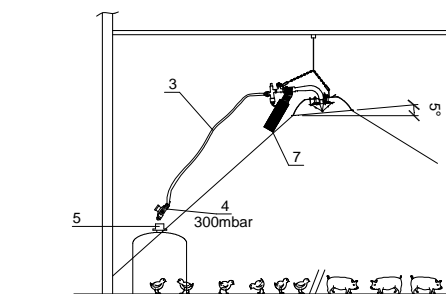

Fig. 25
14. Lista de piezas de recambios y accesorios (Fig.25)
14. Accessories and spare part list (Fig.25)
14. Accessoires et pièces de rechange (Fig.25)